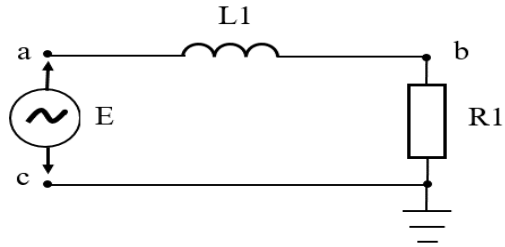

Рис. 6.1
1.1. Для схеми, зображеної на рис.6.1 обчислити наступні величини:
2.1 В середовищі Multisim скласти схему відповідно до рис. 6.1, підключивши в точку  $a$  – канал А осцилографа, в точку  $b$  – канал В осцилографа. Масштаби вертикальної та горизонтальної розгортки осцилографа встановити у відповідності до параметрів джерела змінної напруги.